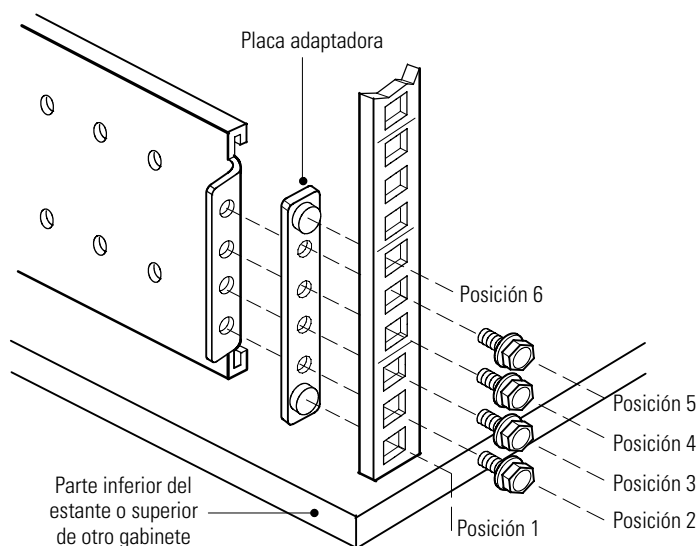

Figura 1. Fijación del riel trasero (se muestra el ensamble del riel derecho)
2. Asegure el riel a la parte trasera del estante con cuatro tornillos mecanizados M5 y una placa adaptadora (consulte la Figura 1).